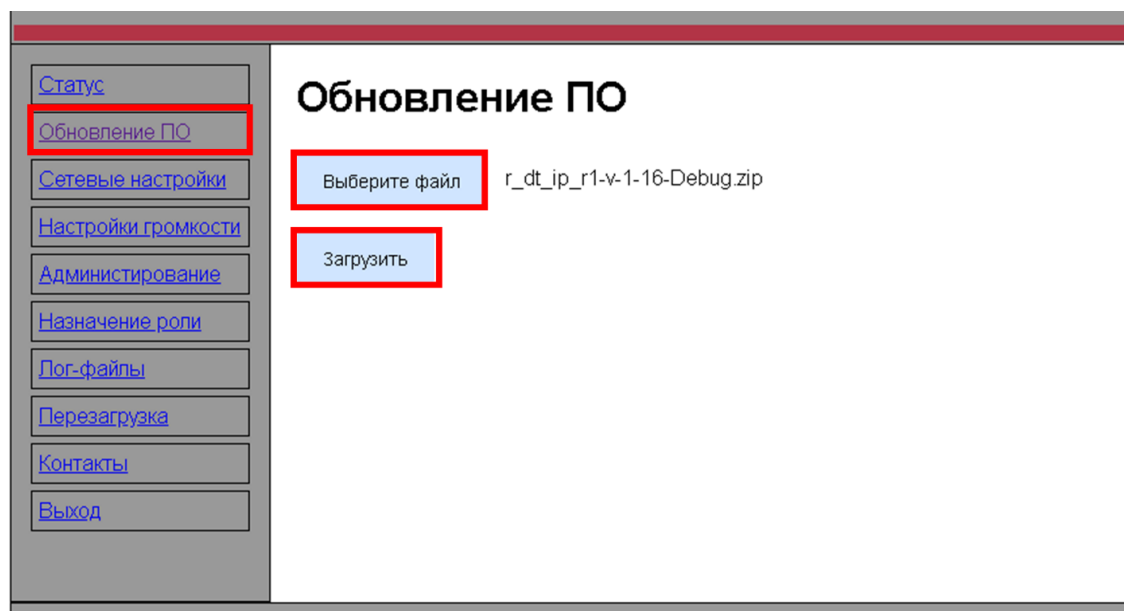

Рисунок 2– Вкладка «Обновление ПО» веб-интерфейса устройства
3.5 Во вкладке «Обновление ПО» указать файл обновления ПО и нажать кнопку «Загрузить» (рисунок 2).